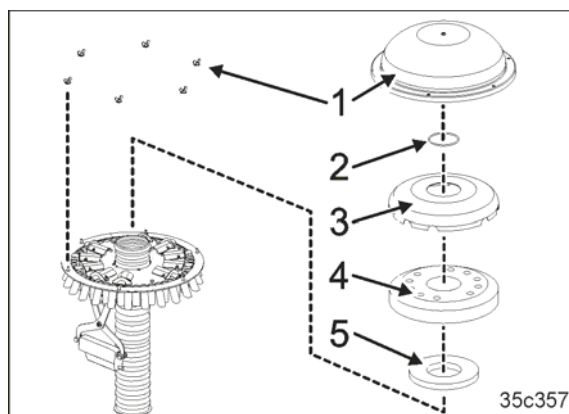

Bild 211
6. Demontera fördelarens yttre kåpa (Bild 211/1).
7. Demontera ringen (Bild 211/2).
8. Demontera fördelarens inre kåpa (Bild 211/3).
9. Demontera plastinsatsen (Bild 211/4) och tättningsringen (Bild 211/5).